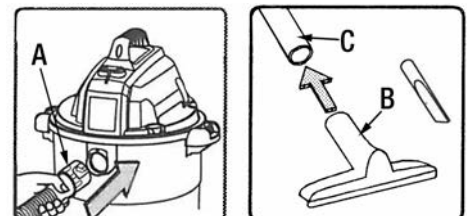

FIGURE 7
- 1) Attachez le boyau souple (A) Fig.7 à l'entrée de l'aspirateur (à l'avant de l'aspirateur) en tournant dans le sens horaire.
- 3) Fixez soit l'embout tout usage (B) Fig.7 ou l'embout à bec à l'autre bout des rallonges (C).